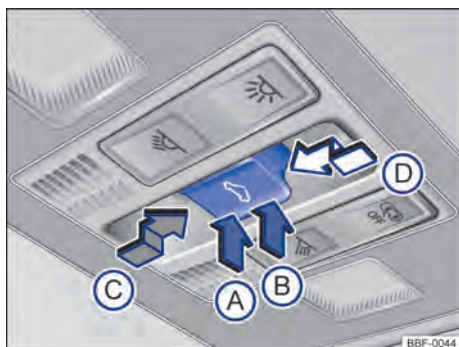

Fig. 59 En el revestimiento del techo: teclas para el techo solar y cortina de protección solar.
- *Levantar el techo solar:* presione la tecla → **fig. 59**  hasta el primer nivel. Recorrido automático: presione la tecla  hasta el segundo nivel.
- Presione la tecla  hasta el segundo nivel → fig. 59 , hasta que el techo de vidrio esté completamente cerrado.